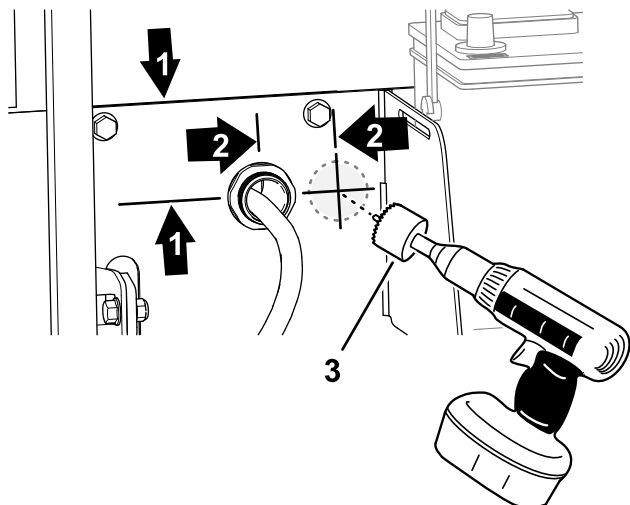

Figure 9
1. Sur le côté gauche du support de la batterie, mesurez 51 mm à partir du centre du trou du câble de la batterie, et faites un repère sur le support de radiateur (Figure 9).
2. Mesurez 64 mm à partir du support supérieur du radiateur, et faites un repère sur le support (Figure 9).
5. Percez un trou de 38 mm dans le support à l'emplacement de l'avant-trou (Figure 9).